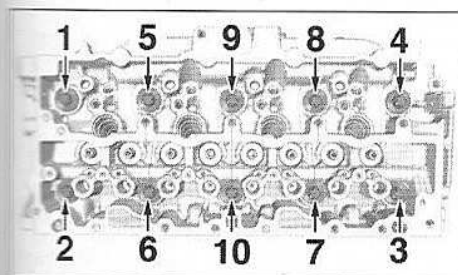

FIG.98
- Déposer les vis de culasse dans l'ordre préconisé (Fig.98).